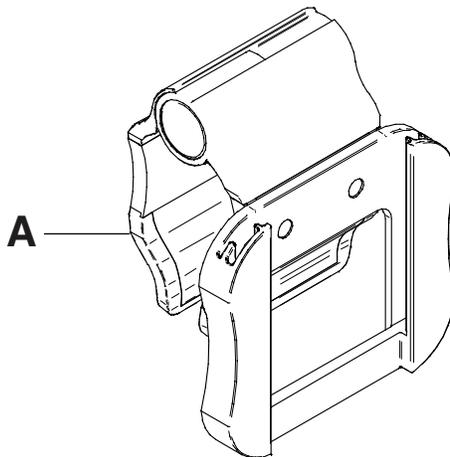

Figure 124 : Clip pour commande suspendue du patient
1. Soulever le clip (A) (Figure 124 à la page 118).